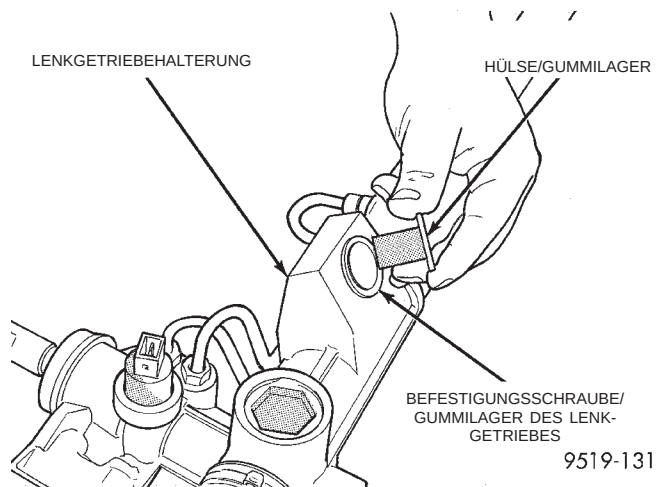

**Abb. 26 Hülse des Gummilagers einbauen**
(3) Die Hülse für die Befestigungsschraube von Hand in das Gummilager eindrücken (Abb. 26).